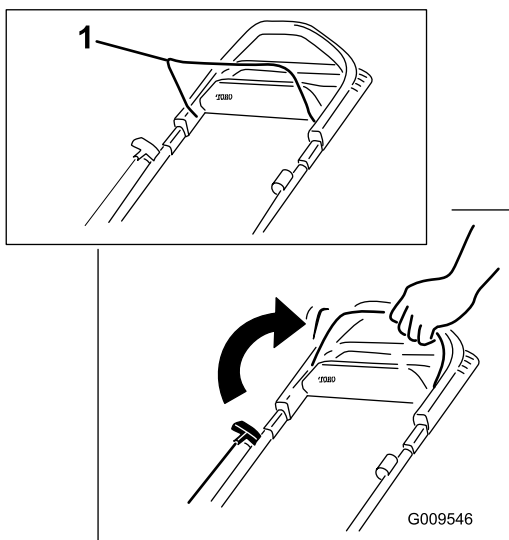

Рисунок 13
1. Удерживайте птлангу управления ножом прижатой к рукоятке (Рисунок 13).